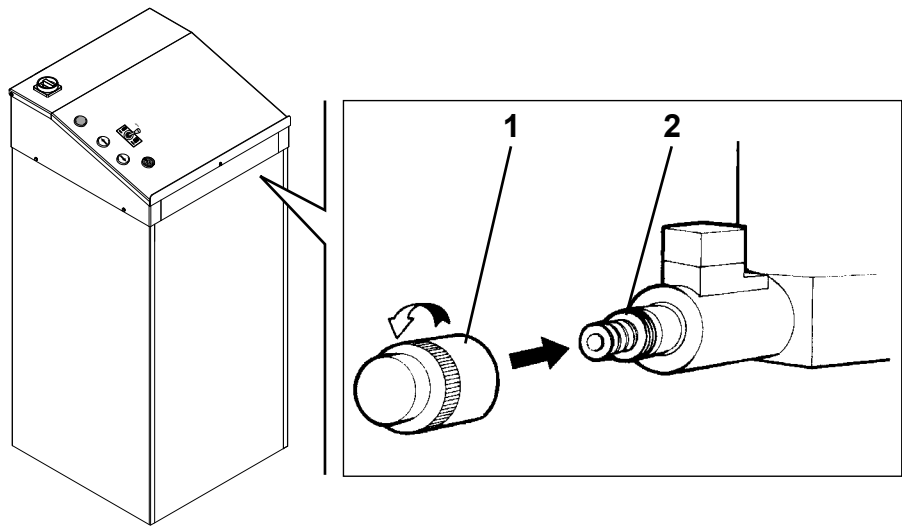

Fig. 43
- aprire la valvola di discesa manuale prima svitando il tappo di protezione (1 Fig.43), poi premere sul dispositivo (2).
- Open the manual drop valve by unscrewing the protection cap (1 Fig.43) and then pressing device (2).
- Das manuelle Absenkventil öffnen, indem zuerst der Schutzstöpsel (1 Fig.43) losgeschraubt und dann die Vorrichtung (2) betätigt wird.
- Ouvrir la valve de descente manuelle en dévissant d'abord le bouchon de protection (1 Fig.43) et en appuyant ensuite sur le dispositif (2).
- Abra la válvula de descenso manual desenroscando el tapón de protección (1 Fig.43) y, luego apriete el dispositivo (2).